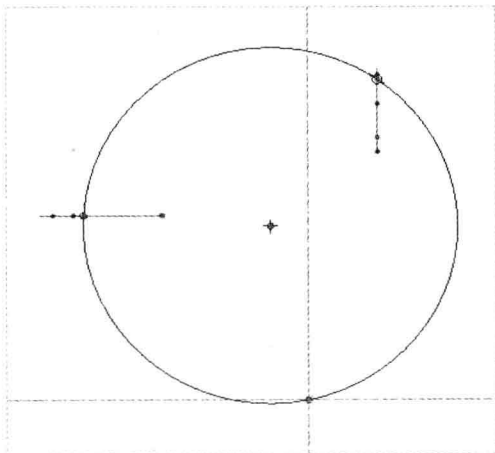

图 9-37 绘制截面
Step 03 单击“截面”按钮,进入草绘环境,绘制截面,如图9-37所示,单击“关闭”面板中的“确定”按钮,完成截面绘制并退出草绘环境。